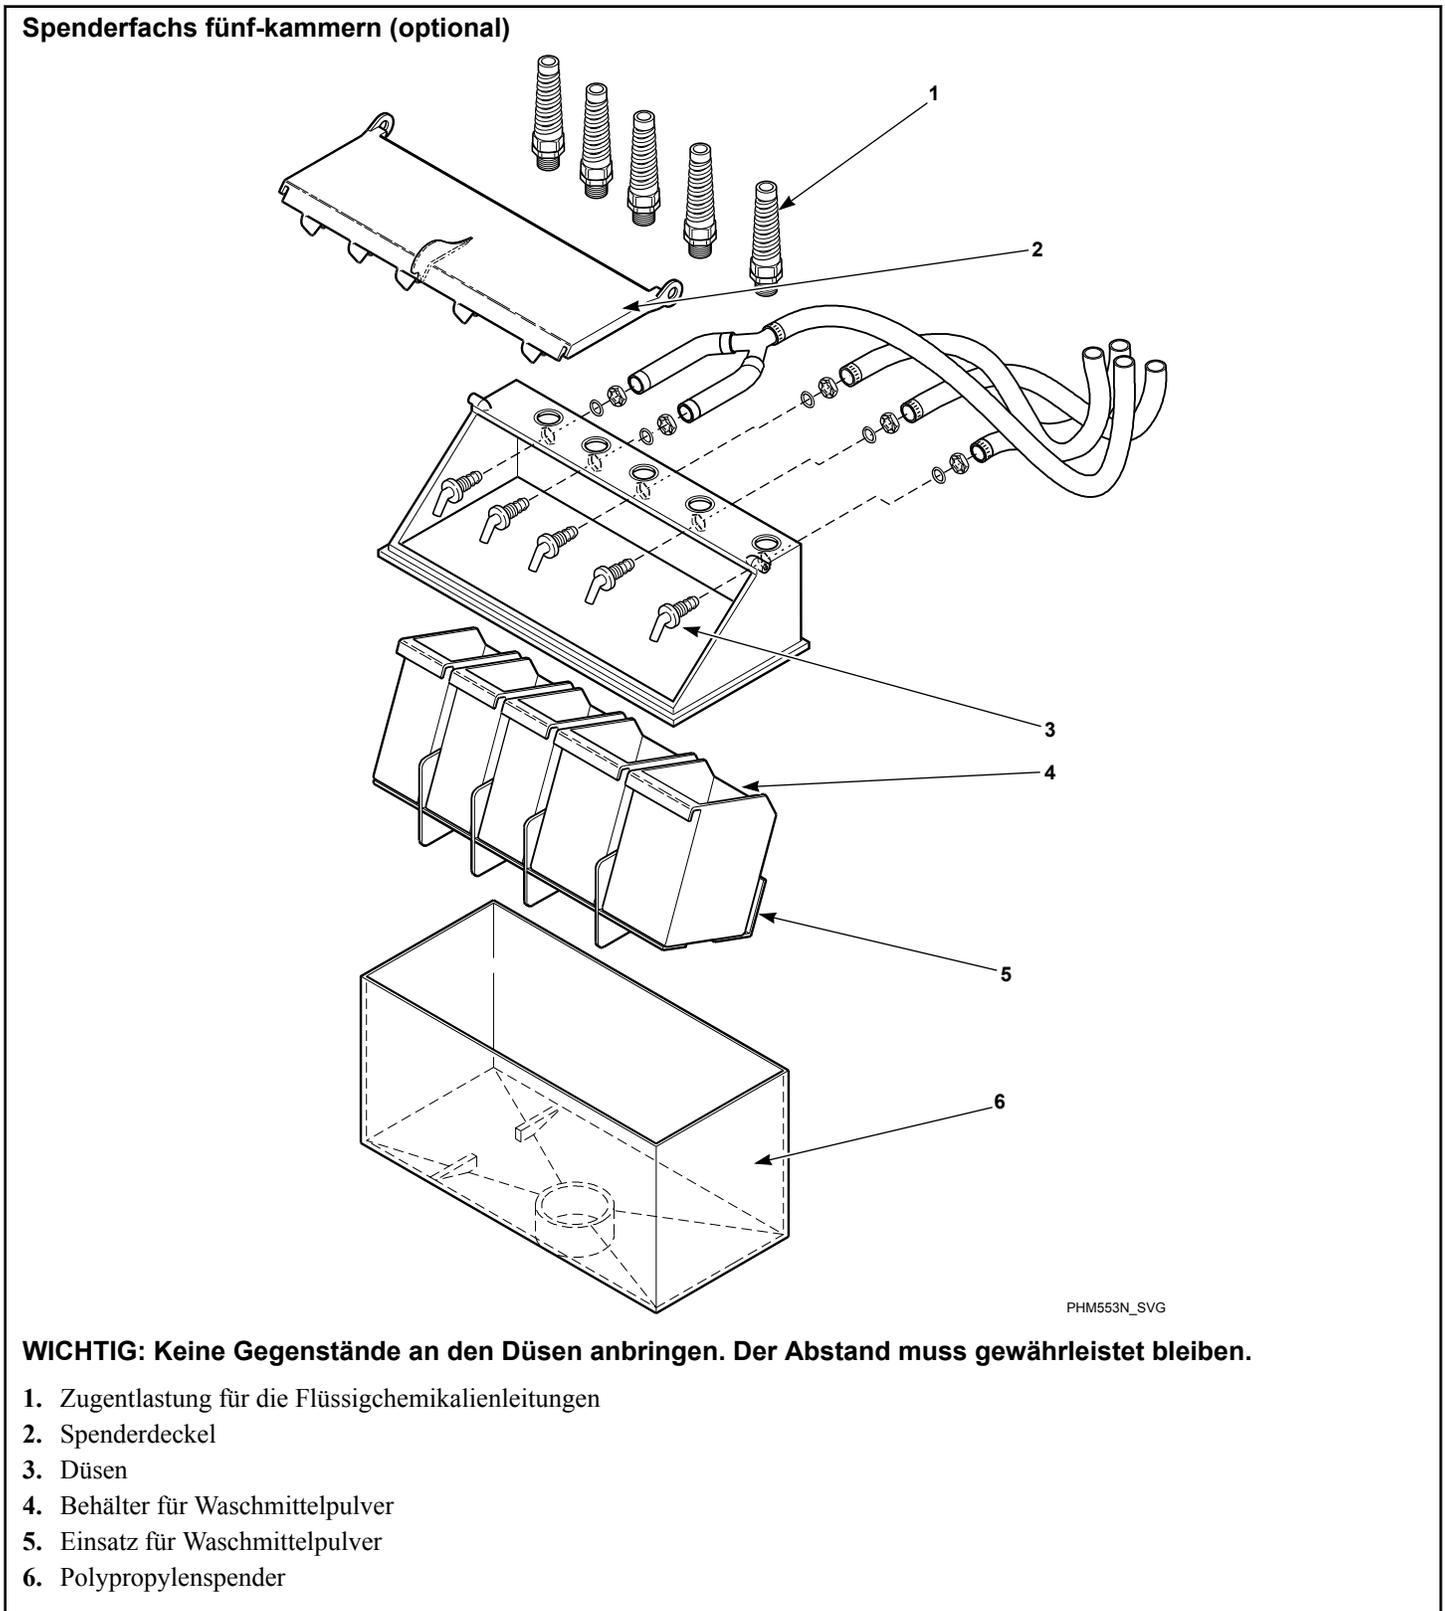

Abbildung 35
WICHTIG: Die Maschine kann durch unverdünnte Chemikalien, die in die Maschine gelangen, beschädigt werden. Alle Dosierpumpen und -leitungen des Chemikalienabgabesystems sollten unterhalb der Einspritzstelle der Maschine montiert werden. Diese Anweisungen müssen eingehalten werden, da Schläufen keine Undichtigkeiten verhindern können. *Abbildung 34* zeigt ein typisches Chemikalienzufuhrsystem. *Abbildung 35* zeigt ein typisches Zufuhrsystem mit fünf Abteilen.
1. Die Ausdrückplatte vom Spenderfach entfernen. Siehe *Abbildung 35*. Die Stecker werden durch den Leitungsring geführt.